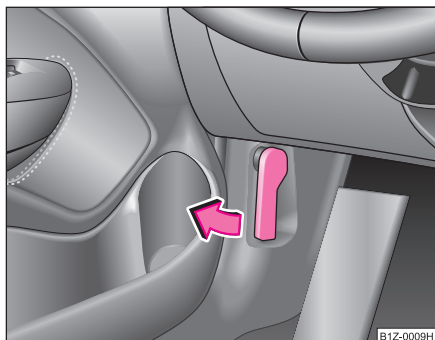

Fig. 184 Palanca de desbloqueo para el capó
- Tire de la palanca de desbloqueo debajo del cuadro de instrumentos, lado del conductor ⇒ fig. 184.
- Abra el capó ⇒ **página 251, fig. 184.**